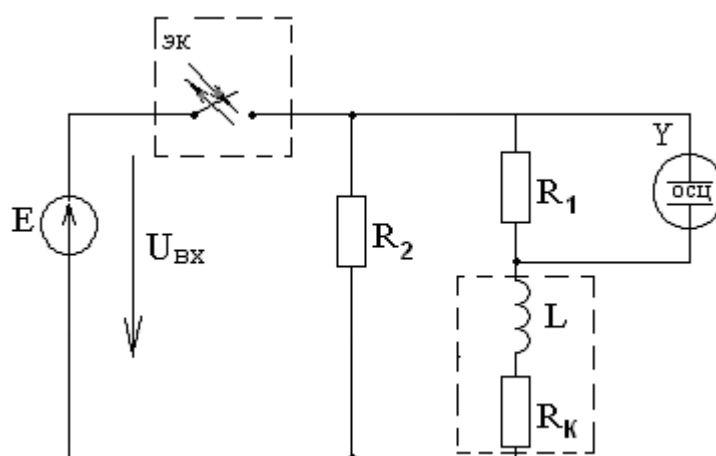

Рисунок 1.2 - Экспериментальная схема цепи RL
7) Чему равна постоянная времени цепи (см. рисунок 1.2) после размыкания ключа?
8) Привести уравнения, по которым изменяются $u_L(t)$, $i_L(t)$ для цепи (см. рисунок 1.2) после размыкания ключа и начертить их графики.
1.2.7 Собрать цепь (см. рисунок 1.2).